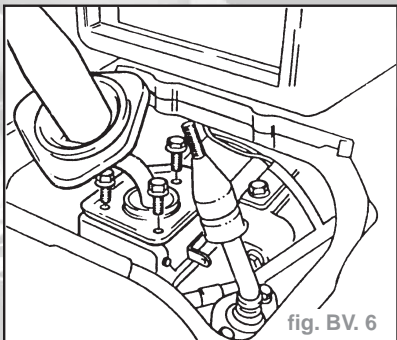

fig. BV. 6
- Dévisser les trois vis et retirer le levier de changement de vitesses (fig. BV. 6).